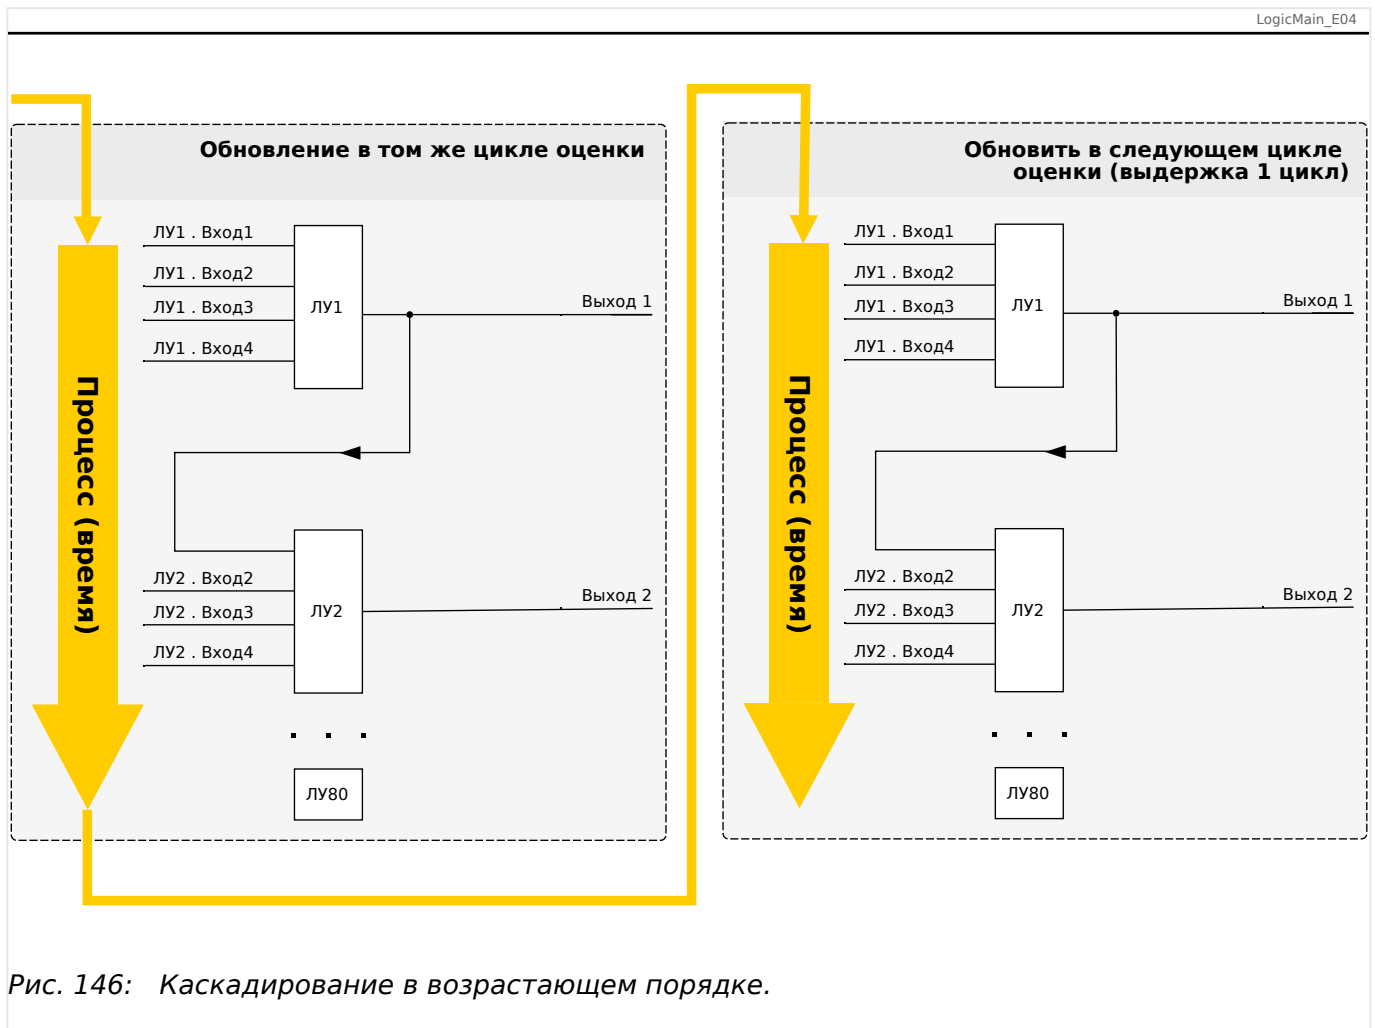
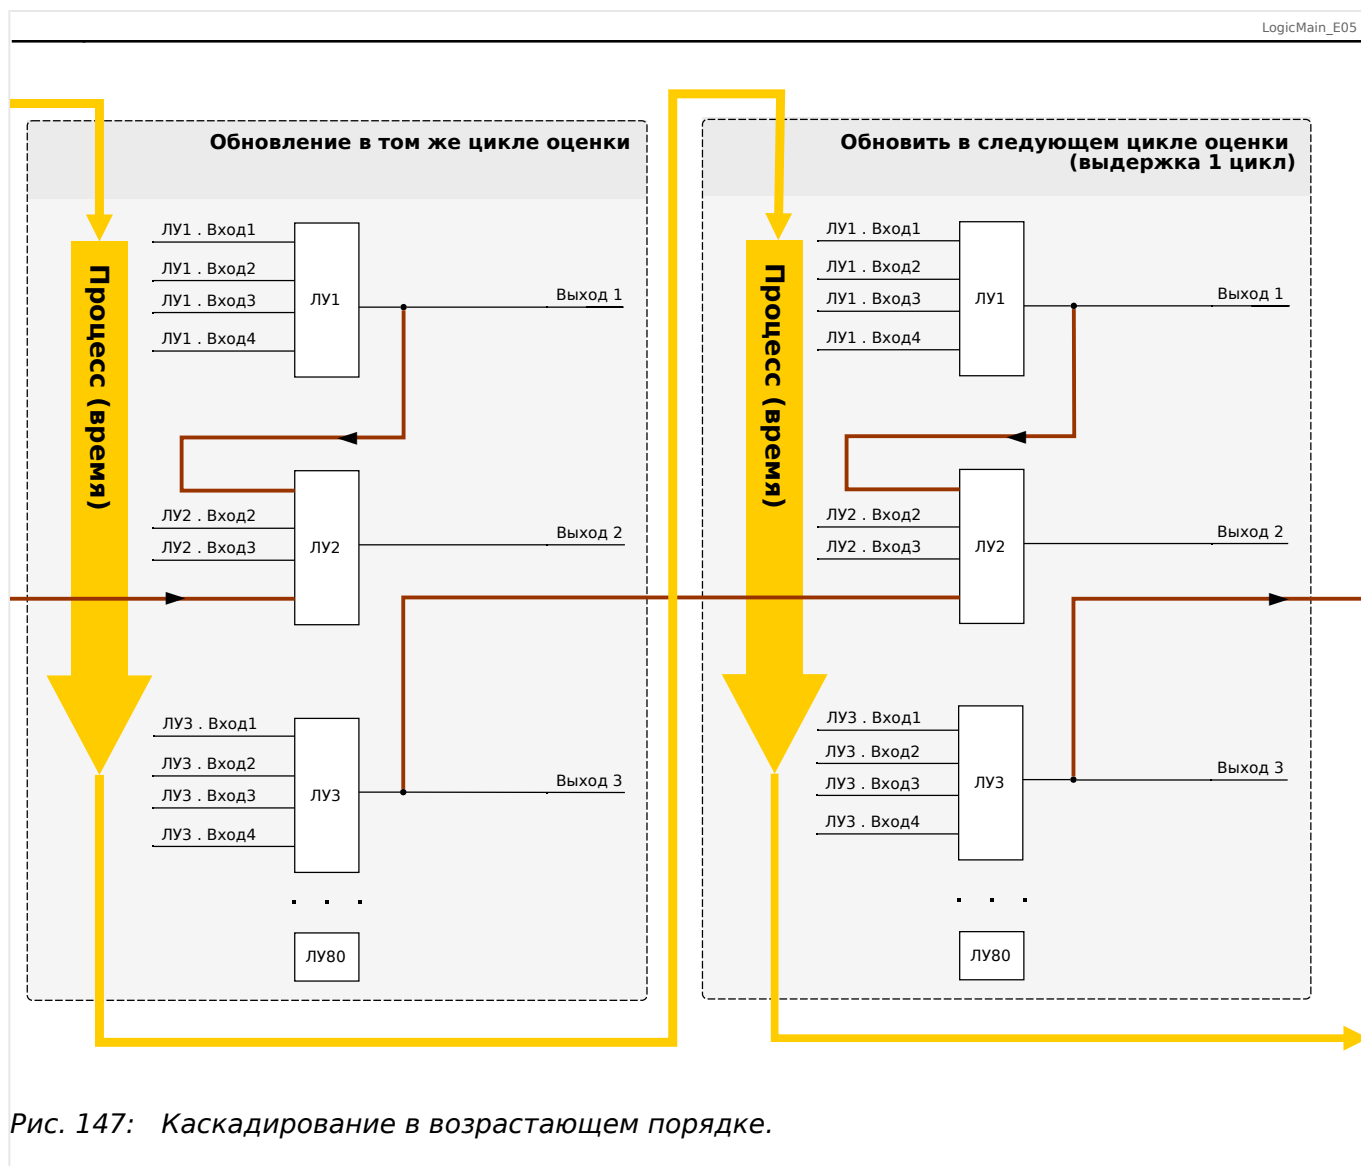

Рис. 146: Каскадирование в возрастающем порядке.
Рис. 147: Каскадирование в возрастающем порядке.
- **Возрастающий** порядок означает, что некий выходной сигнал поступает на вход одного из логических уравнений с **более высоким** номером. На приведенном ниже графике  Рис. 146 приводится пример, когда результат логического уравнения ЛУ1 используется в качестве входного сигнала для логического уравнения ЛУ2.
- **Нисходящая** последовательность означает, что некий выходной сигнал поступает на вход одного из логических уравнений с **меньшим** номером. На графике  Рис. 147 приводится пример, когда результат логического уравнения ЛУ3 используется в качестве входного сигнала для логического уравнения ЛУ2.
И возрастающий, и убывающий порядки можно не только использовать, но и комбинировать, при этом разница будет заметна не сразу. Однако, как показано в разделах  Рис. 146 и  Рис. 147 ниже, благодаря определению состояний всех уравнений в возрастающем порядке фактические рабочие значения, поступающие на вход любого из них, будут иной степени зрелости.
В представленном выше примере  Рис. 147 для «логического уравнения 2» используются состояния выходов двух других уравнений — «логического уравнения 1» и «логического уравнения 3». Результат «логического уравнения 1» используется в возрастающем порядке и, следовательно, определен в ходе того же рабочего цикла. Результат «логического уравнения 3» используется в убывающем порядке и, следовательно, определен в ходе предыдущего рабочего цикла.